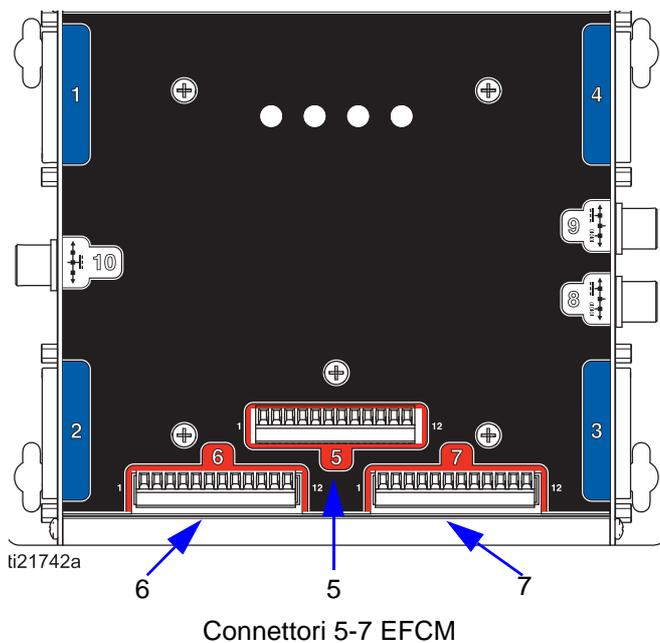

Fig. 3. Modulo di controllo avanzato del fluido
4. Collegare l'altra estremità del cavo (127 mm [5 in.]) nei terminali appropriati del modulo EFCM sul corpo di controllo del sistema PD2K Dual Panel. Vedere: FIG. 3 e Tabella 2.